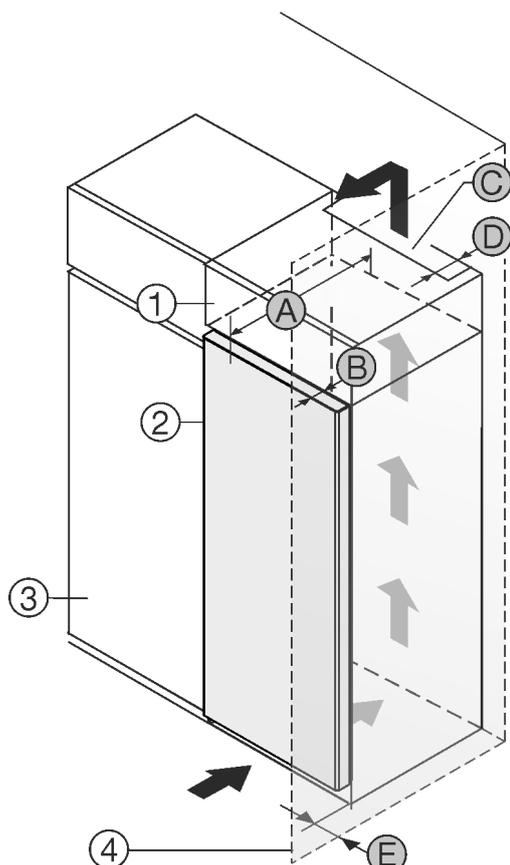

Fig. 1
Gerät direkt neben dem Aufsatzschrank Fig. 1 (3) aufstellen.*
Gerät mit Abstand von 5 cm zwischen Gerät und Küchenschrank Fig. 1 (3) aufstellen.*
An der Rückseite des Aufsatzschrankes muss ein Abluftschacht mit der Tiefe Fig. 1 (D) über die gesamte Aufsatzschrankbreite vorhanden sein.*
Unter der Raumdecke muss der Entlüftungsquerschnitt Fig. 1 (C) eingehalten werden.*
Wenn das Gerät mit den Scharnieren neben einer Wand Fig. 1 (4) aufgestellt wird, muss der Abstand zwischen Gerät und Wand mindestens 40mm betragen. Dies entspricht dem Griffüberstand bei geöffneter Tür.*